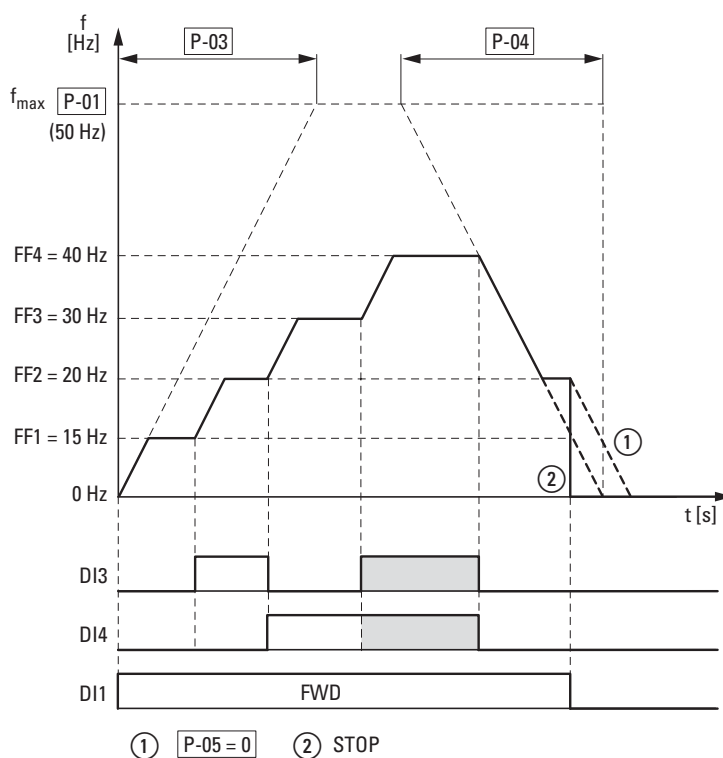

Figura 77: Esempio: attivazione delle frequenze fisse con rampe di accelerazione e di ritardo
Il cambio tra i singoli valori di frequenze fisse avviene secondo i tempi di accelerazione e ritardo impostati in P-03 e P-04 (→ Figura 77). Quando si disinseriscono i consensi FWD e REV, la frequenza di uscita viene bloccata direttamente ② (uscita non guidata).